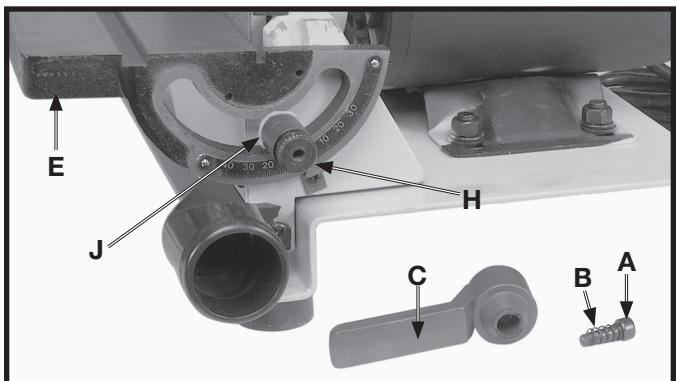

Fig. 15
- Enfiler une rondelle plate de 10 mm (J) fig. 15, sur le goujon de verrouillage (H) fig. 15, et visser le goujon dans la base moulée pour fixer le module de la table (E) en position comme indiqué.
- Installer la poignée (C) fig. 15, sur le goujon de verrouillage (H) et la fixer avec la vis (A) et le ressort (B).